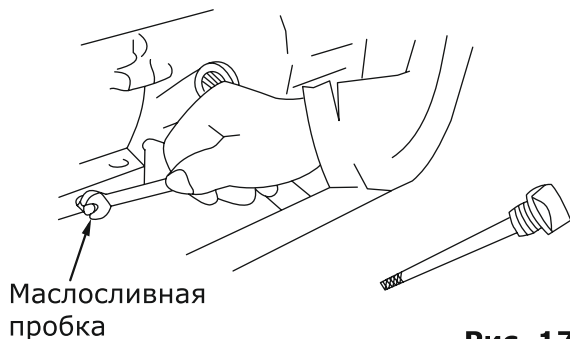

Рис. 17
- Отверните маслосливную пробку и слейте масло (рис. 17).